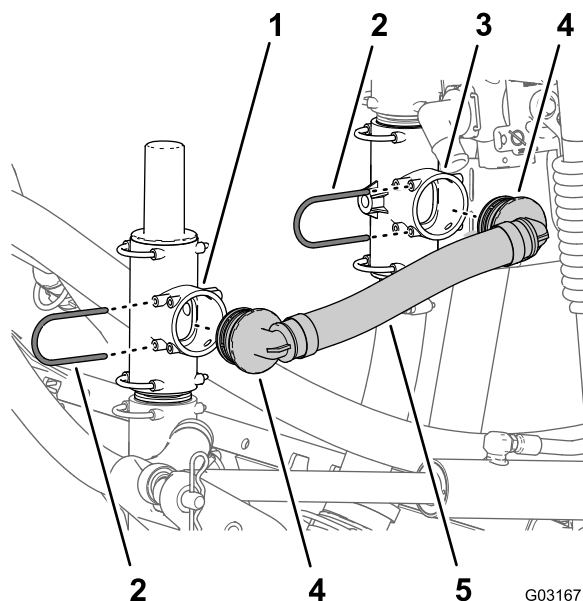

Figura 224
- Alinee el acoplamiento de 90° del conjunto de manguera de alivio de presión (Pieza Toro N° 131-9647) con el orificio abierto de la válvula de alivio de presión e inserte el acoplamiento de 90° hasta que quede asentado en el acoplamiento en T (Figura 224).
2. Sujete el acoplamiento de 90° a la válvula de alivio de presión con la horquilla de retención (Figura 224) que retiró en el paso 1 de Instalación del carrete de manguera giratorio al bastidor del distribuidor (página 87).
3. Alinee el otro acoplamiento de 90° del conjunto de manguera de alivio de presión (Pieza Toro N° 131-9647) con el orificio abierto del acoplamiento en T e inserte el acoplamiento de 90° hasta que quede asentado en el acoplamiento en T (Figura 224).
4. Sujete el acoplamiento de 90° al acoplamiento en T superior con la horquilla de retención (Figura 224) que retiró en el paso 2 de Instalación del carrete de manguera giratorio al bastidor del distribuidor (página 87).
5. Sujete el acoplamiento dentado recto a la válvula de cierre de líquido (Figura 224) con una horquilla de retención (Pieza Toro N° 131-0235).